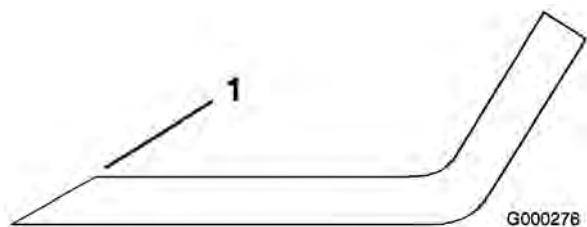

Figura 58
1. Affilate i taglienti da entrambe le estremità della lama con una lima (Figura 58). Rispettate l'angolazione originale. La lama conserva il proprio equilibrio soltanto se viene rimossa una quantità uguale di materiale da entrambi i taglienti.